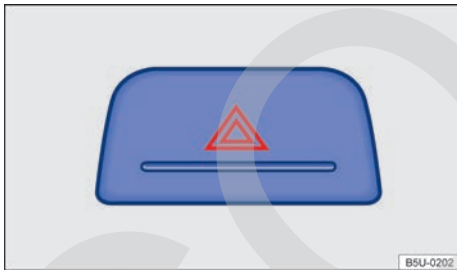

Fig. 143 En la parte superior de la consola central: interruptor de las luces de advertencia.
2. Encender las luces de advertencia con el interruptor  ⇒ fig. 143.
Las luces de advertencia también pueden desconectarse al presionar el interruptor  en el panel de instrumentos ⇒ fig. 143. ◀